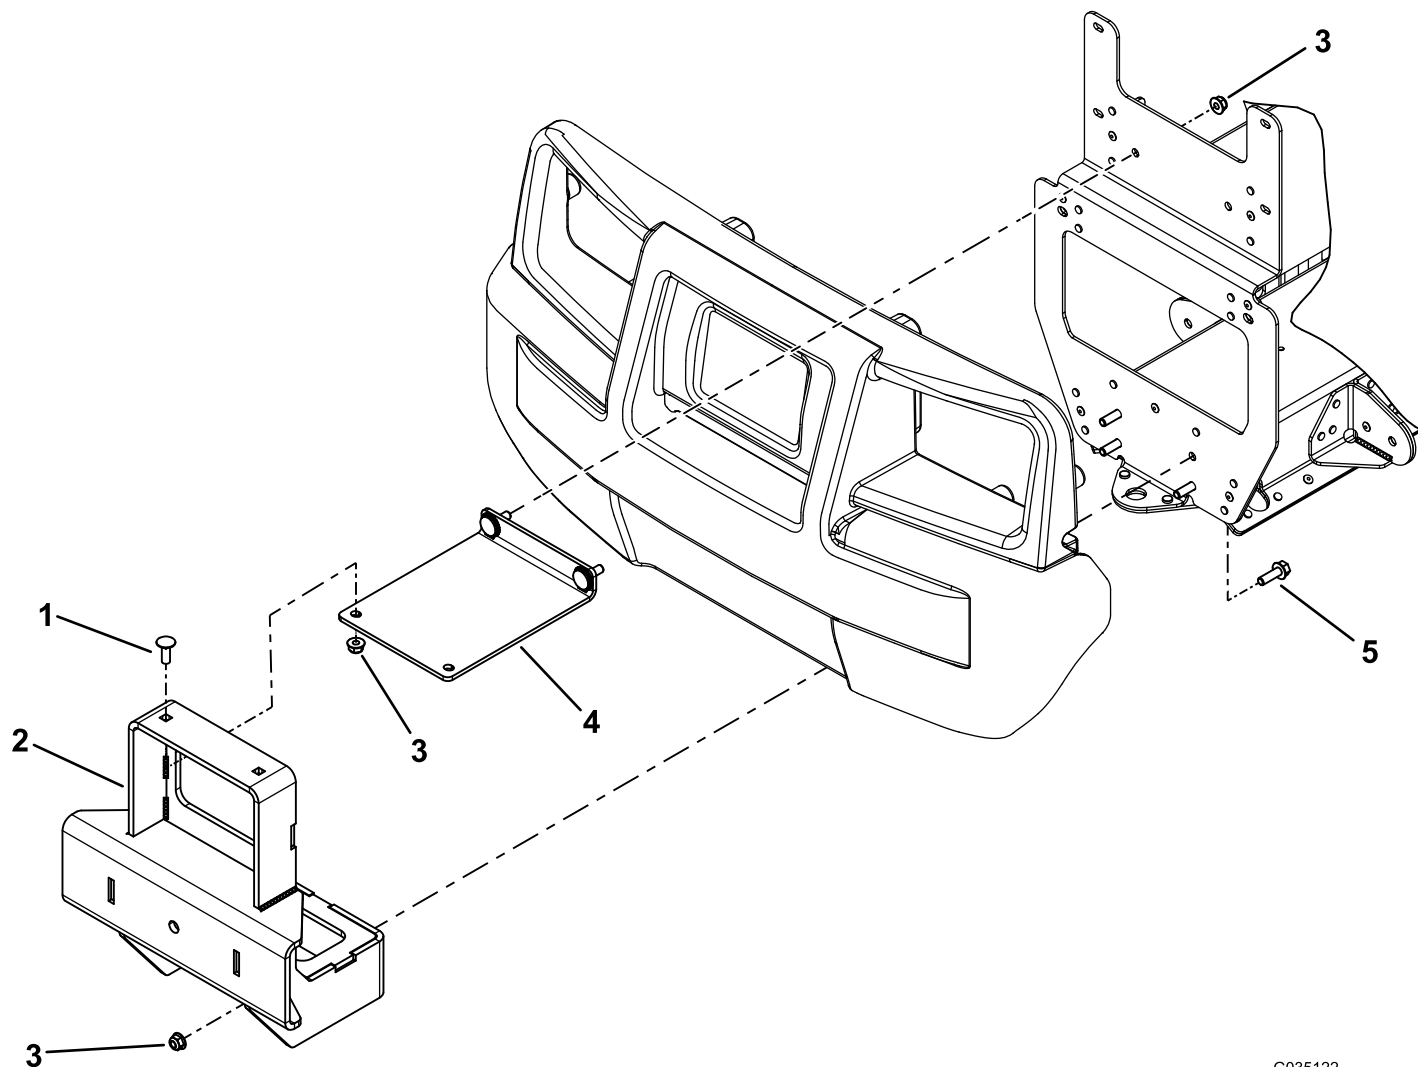

Bild 2
(5/16" x 1") und zwei Bundmuttern (5/16") (durch die Stoßstange) am Rahmen der Zugmaschine, wie in Bild 2 abgebildet.
3. Befestigen Sie die Ballaufnehmer-Befestigung lose mit zwei Schlossschrauben (5/16" x 7/8") und zwei Bundmuttern (5/16") an der langen Rammschutz-Befestigungshalterung, wie in Bild 2 abgebildet.